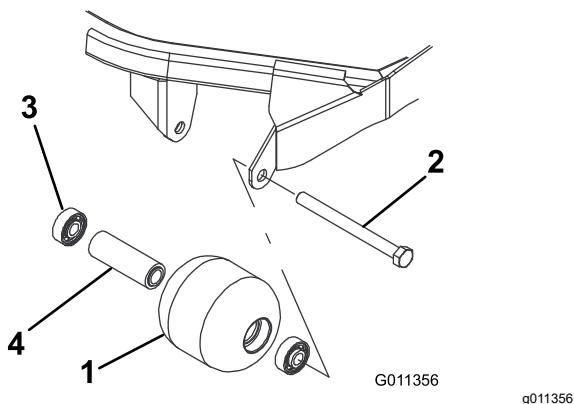

Figura 87
1. Rimuovete il bullone di montaggio del rullo (Figura 87).
distanziale del cuscinetto del rullo (Figura 87). Sostituite tutti i componenti danneggiati e procedete con il loro montaggio.
1. Montate il primo cuscinetto premendolo nell'alloggiamento all'interno del rullo (Figura 87). Premete soltanto sulla pista esterna o, in misura uguale, sulla pista interna ed esterna.
2. Inserite il distanziale (Figura 87).
3. Montate il secondo cuscinetto premendolo nell'alloggiamento all'interno del rullo (Figura 87). Premete in misura uguale sulla pista interna ed esterna, fino a quando la pista interna non tocca il distanziale.